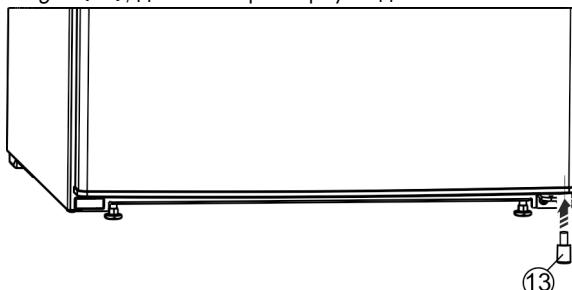

Fig. 11
- Поставете отново ограничителя Fig. 11 (13) долу отдясно във вратата, защото това е важно за стабилността на уреда.